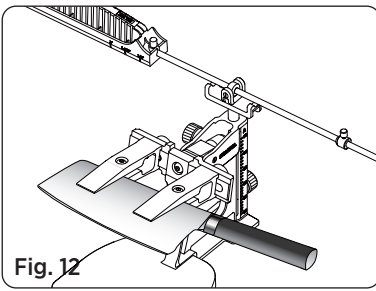

Fig. 12
1. Umieść ostrze tak głęboko, jak to możliwe, w uchwycie, aby było stabilnie zamocowane. (Patrz Fig. 12)